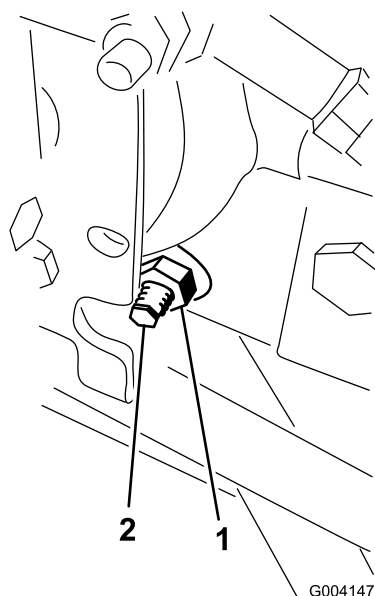

図 67
3. ハイドロスタットの右側にあるトラクション調整カムのロックナットをゆるめる（図 67）。